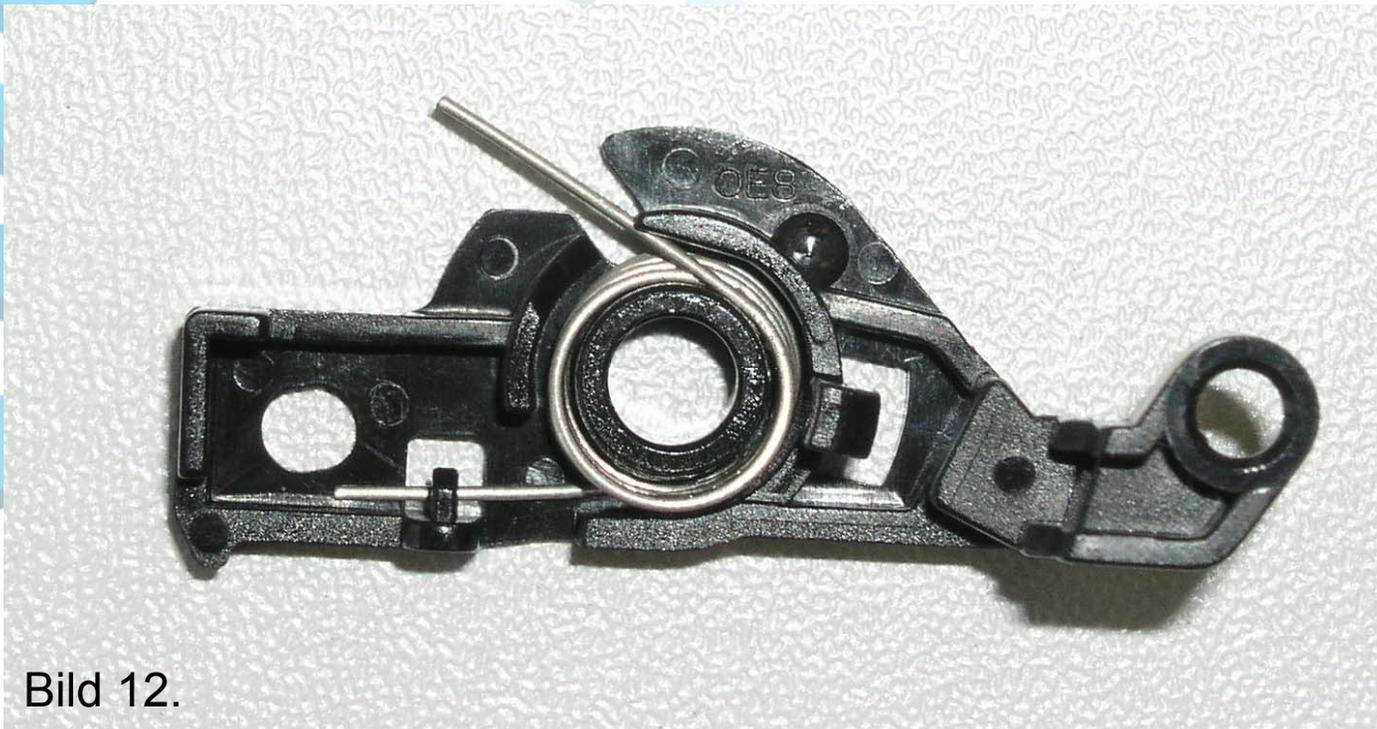

Bild 12.
**Пружина может регулироваться как показано на Bild 12.
Siehe Bild 12.**